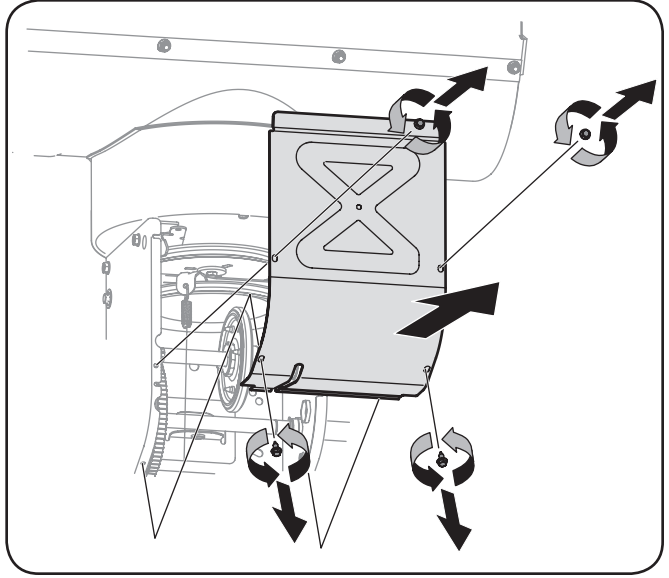

Figure 6-3
3. Enlevez le couvre-châssis en enlevant les deux vis auto-taradeuses qui le maintiennent. Voir la Figure 6-3.